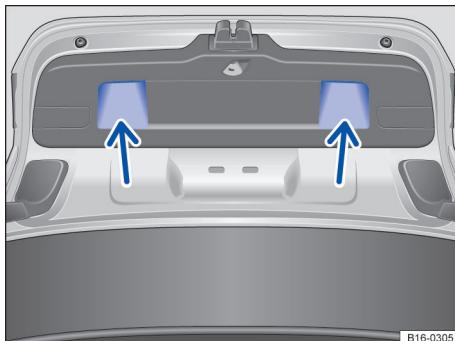

Fig. 63 Tampa traseira aberta: rebaixos (setas) para puxar e fechar.
- Puxar a tampa traseira pelo rebaixo no revestimento interno → Fig. 63 com impulso para baixo, de modo que se encaixe na fechadura → .